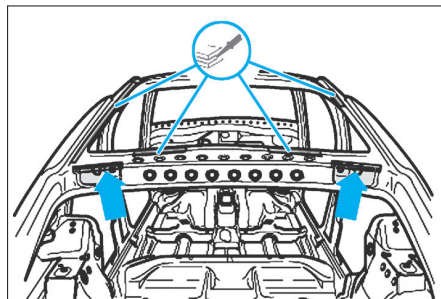

FIG. 33
- Sur les véhicules équipés d'un toit coulissant, appliquer de la colle de montage dans la zone de renfort de pavillon (Fig.33).